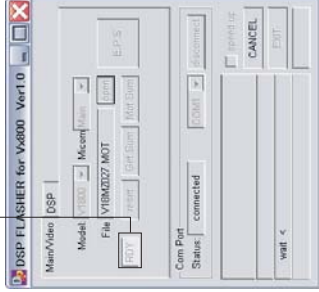

Fig. 7
- 4. Press the [RDY] button. (Fig. 7)
- 4. [RDY]ボタンを押します。(Fig. 7)